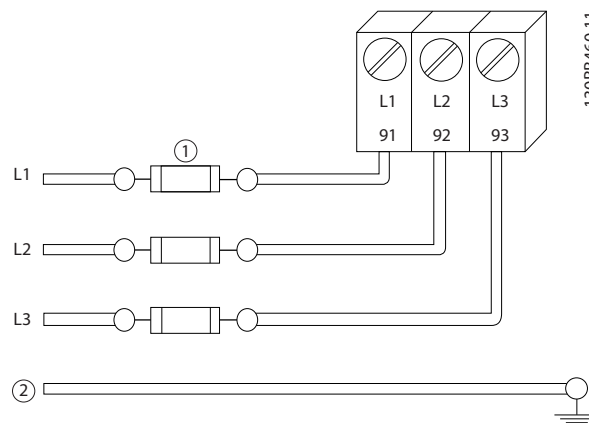

图 2.6 熔断器
- 必须为所有变频器都提供短路和过电流保护。为了提供这种保护，须采用输入熔断装置，请参阅图 2.6。如果出厂时没有附带熔断器，则须由安装商作为安装的一部分而提供。请参阅 10.3 熔断器规格 中的熔断器最大额定值。